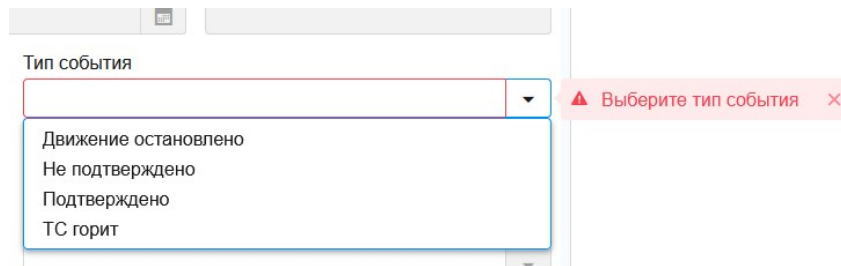

Рис. 68 Подсказки в поле Тип события
- Подкрашивает обязательные к заполнению, но не заполненные поля в самой форме (см. рис. 68).
Во втором поле **Тип события** вводится классификатор второго уровня как на рис. 68.